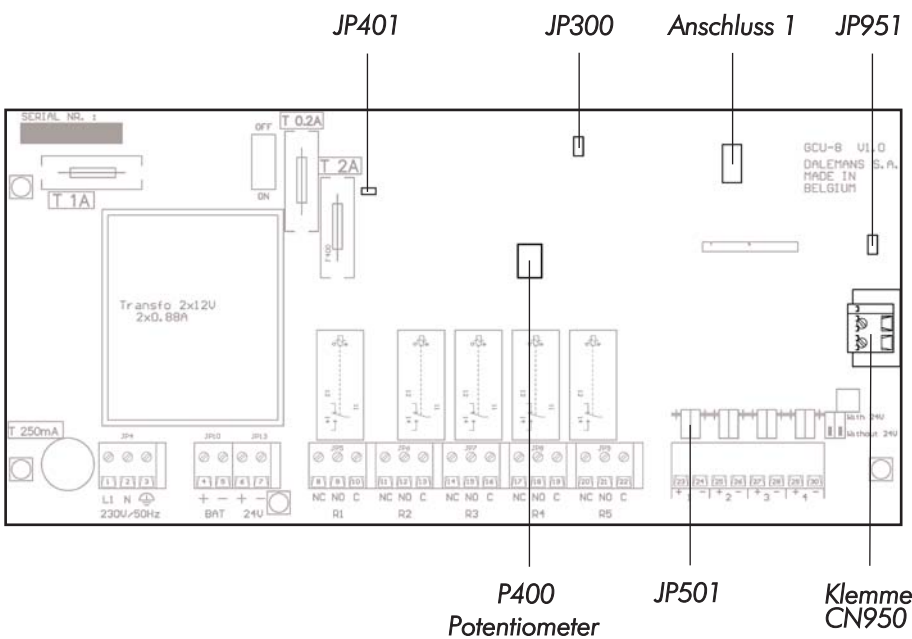

Abb.18 : Hauptplatine
- Mit Hilfe des Potentiometers P400 (Abb. 18) regeln Sie die Spannung auf 27 Vdc.
- Stecken Sie den zweipoligen PIN auf die obere Position jeden Eingangs (Abb. 18 und 19).
- Stecken Sie den zweipoligen PIN auf die untere Position jeden Eingangs (Abb. 18 und 19)
Siehe hierzu auch Schema der Klemmleiste CN950 (Abb. 18).